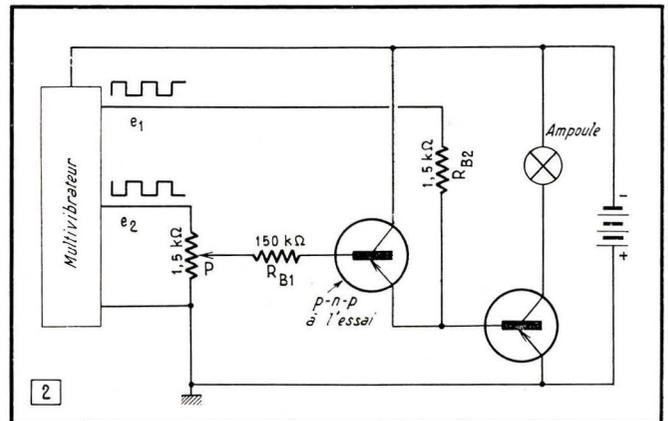

Fig. 2. — Principe de la mesure du gain en courant d'un transistor p-n-p.
Ce multivibrateur a été schématisé par ses connexions d'alimentation et de sortie dans le schéma de la figure 2, où l'on voit que les deux sorties sont chargées par deux résistances à peu près égales. Sur e_1 , on a une résistance de 1,5 kΩ (R_{B2}) en série avec la résistance d'entrée du transistor de sortie, négligeable du fait qu'elle est inférieure à 100 Ω. Sur e_2 , on trouve un potentiomètre de 1,5 kΩ (P). Etant chargées de façon identique, les deux sorties délivrent donc des tensions égales, mais en opposition de phase. Ad-
Pour être tout à fait exact, il convient de signaler que le gain en courant qu'on mesure avec le montage de la figure 2